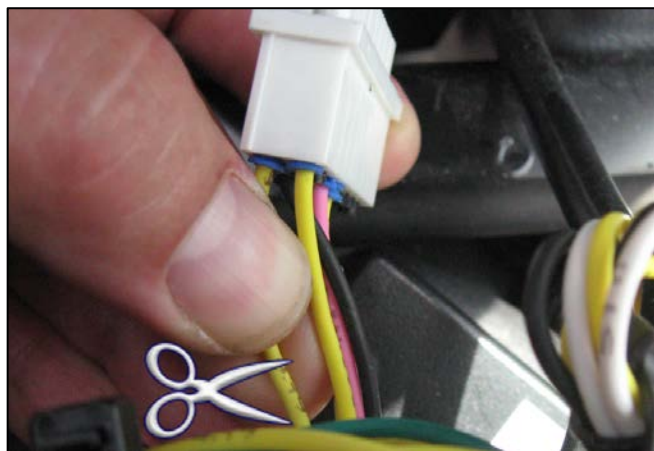

Figure 11
- C3. Trouver le fil **439** sur la broche **1** du Module Gateway A139. (Fig 11)
- C4. Couper à environ deux pouces du connecteur. (Fig 11)